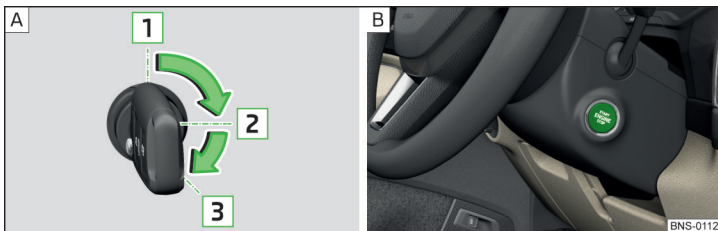

Fig. 250 Pozițiile cheii autovehiculului în butucul de contact / butonul de pornire
Pozițiile cheii autovehiculului în butucul de contact » fig. 250 - [A]
» Apăsăți butonul » fig. 250- [B], contactul se cuplează/decuplează.
- » La autovehicule cu **butuc de contact**, rotiți cheia în poziția 3 » fig. 250 la pagina 211 - [A], are loc procedura de pornire. Apoi eliberați cheia, motorul pornește automat.
- » La autovehicule cu **buton de pornire**, apăsați scurt butonul » fig. 250 la pagina 211 - [B], motorul pornește automat.
- » La autovehicule cu **butuc de contact**, rotiți cheia în poziția 1 » fig. 250 la pagina 211 - [A].
- » La autovehicule cu **buton de pornire**, apăsați butonul » fig. 250 la pagina 211 - [B], motorul este oprit simultan cu decuplarea contactului.
➤ Mențineți apăsat butonul » fig. 250 la pagina 211 - [B] sau apăsați-l de două ori în interval de 1 secundă.